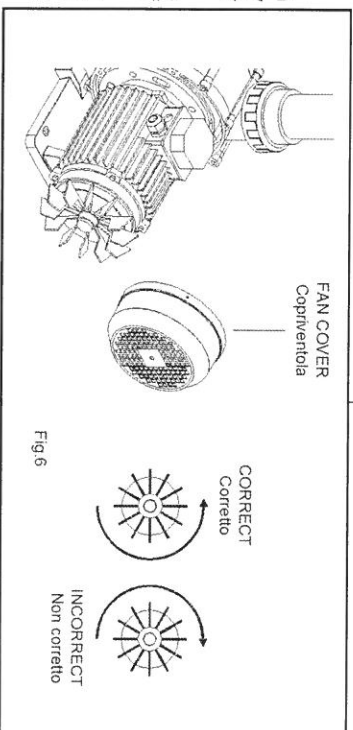

Fig.6
- In three-phase motors check that the motor rotation direction is correct, by means of the fan located in the rear part of the motor, seen through the peephole in the fan cover. (Fig.6)
- Nei motori trifase, verificare che il senso di rotazione del motore sia corretto mediante il ventilatore situato nella parte posteriore del motore, che si osserva attraverso lo spioncino del coperchio del ventilatore (Fig. 6).